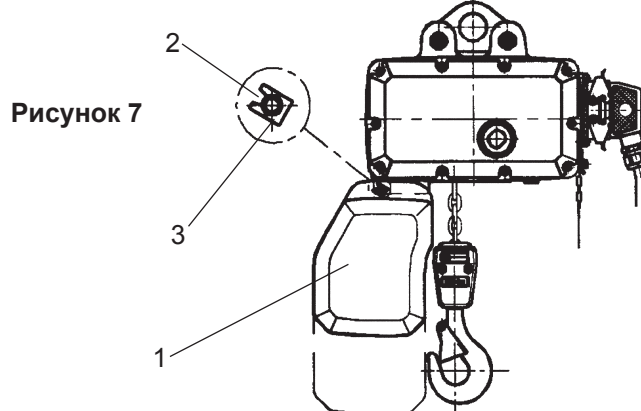

Рисунок 7
Цепной магазин – Рисунок 7, часть 1 – должен быть установлен на цепной тали еще до ее поставки. Вставить штифт (2) через отверстия в контейнере и в обойме, после этого закрепить его с помощью удерживающих зажимов (3), которые устанавливаются в пазах по обоим краям штифта. Помните: цепной магазин должен быть собран и установлен правильно, в противном случае он представляет собой опасность.